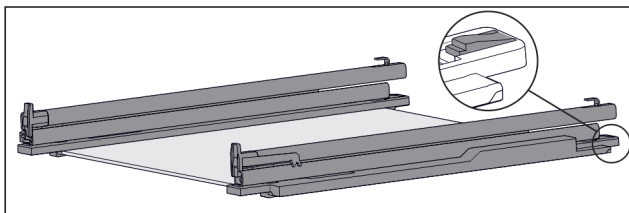

Fig. 133 Üveglap sínekkel és tartóelemekkel
- ▶ Nyomja le hátul a tartóelemet (lásd Fig. 133), közben a sínt tolja hátrafelé.